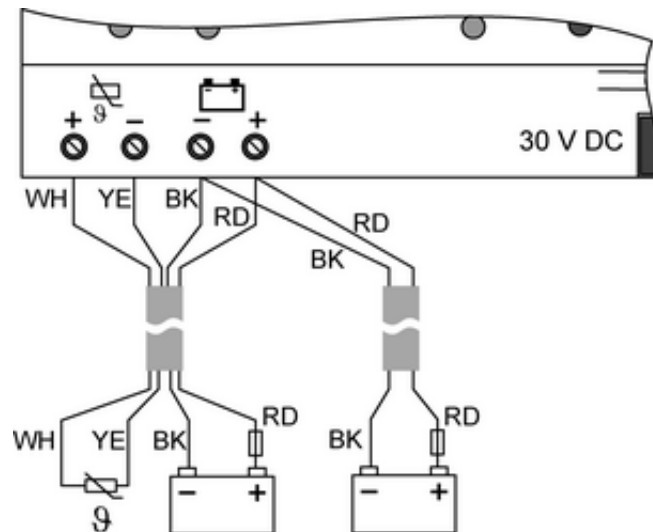

Bild 4: Anschluss von zwei Akkus &gt; 5 Ah mit 4- und 2-adrigem Kabelsatz
**Anschluss von zwei Akkus mit einer Kapazität > 5 Ah (Bild 4)**